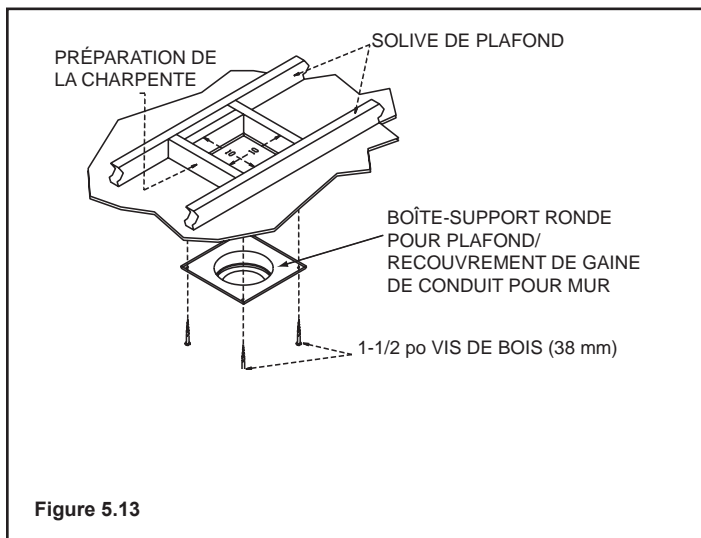

Figure 5.13
Pour installer la couverture de la boîte ronde de support/ cadre mural dans un plafond plat, faites un trou carré de 10 po (254 mm) dans le plafond, centré sur le trou percé durant l'étape 2. Encadrez le trou tel que montré sur la **Figure 5.13**.
**Remarque :** Pour des installations verticales dans des immeubles à plusieurs étages, un retardateur d'incendie de plafond est requis au deuxième étage, et tout étage suivant (**Figure 5.16**). L'ouverture doit être encadrée dans des dimensions intérieures de 10 po x 10 po (254 mm x 254 mm), de la même façon qu'il est montré sur la **Figure 5.13**, à la page 16.